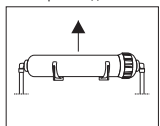

Рис. 2
- 2) Снять картридж с крепежных хомутов. **ВНИМАНИЕ!** Во время отсоединения картриджа сохранить особую осторожность, чтобы не загнуть шланг. (Рис. 2).